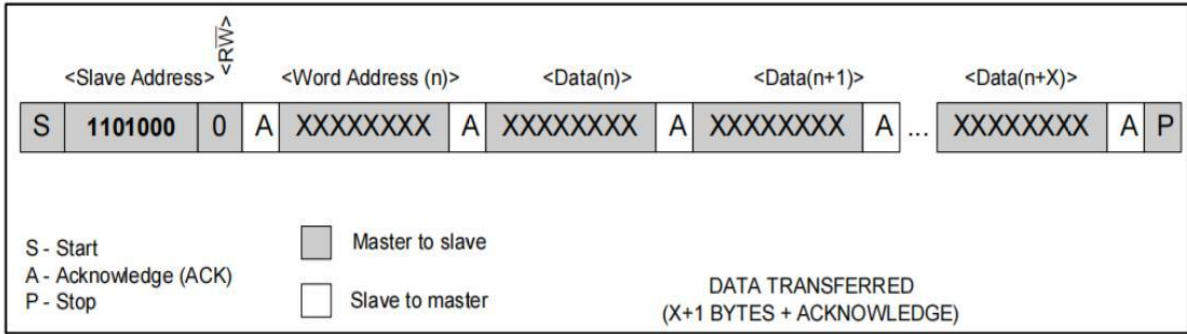

图 6 数据写入——从接收器模式
1、从接收器模式（写入模式）：器件通过 SDA 和 SCL 接收串行数据和时钟信号。每接收一个字节就发送一个应答位。START 和 STOP 位于串行传递的始末端。硬件在接收到从地址和方向位（见图 6）后，自动执行地址识别。主器件发起 START 条件后，接收到的第一个字节是从地址。此地址字节包含有 7 位的 DS1307 地址：1101000，接着是指定位（R/ W）（此时该位为 0）。在接收到并解码出地址信息后，DS1307 在 SDA 线上输出一个应答位。在 DS1307 应答从地址+写入位之后，主器件将发送一个寄存器地址到 DS1307，当 DS1307 应答此次传递后，将在 DS1307 上设置寄存器指针。之后，主器件能够发送数据字节，且 DS1307 每接收一个字节后都将返回一个应答位。寄存器指针在每个字节被写入后自动递增。在所有数据传递完成后，主器件将产生一个 STOP（终止）条件，以此中断数据写入。